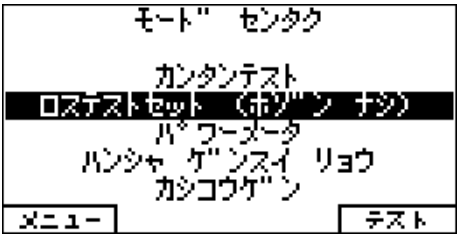

図 2.7-1 モード選択画面(電源を入れた直後)
1. モード選択画面で「パワーメータ」または「ロステストセット」を選択します(図 2.7-1 参照)。ファイル保存の選択画面(図 2.8-1 参照)が表示されます。